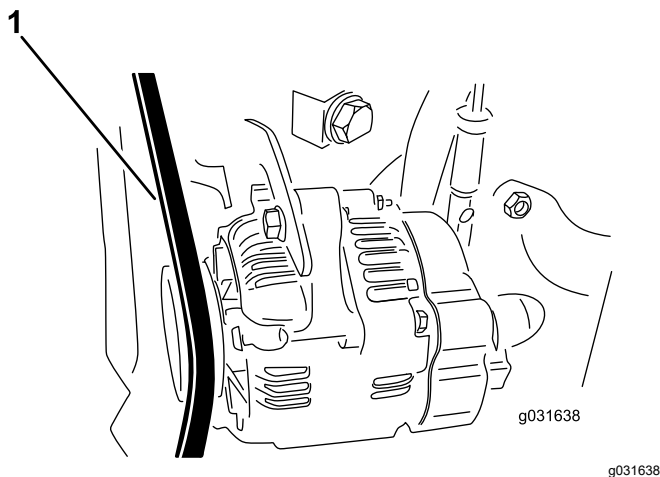

Figure 73
4. Appliquez une force de 30 N (22 po-lb) sur la courroie d'alternateur, à mi-chemin entre les poulies (Figure 73).